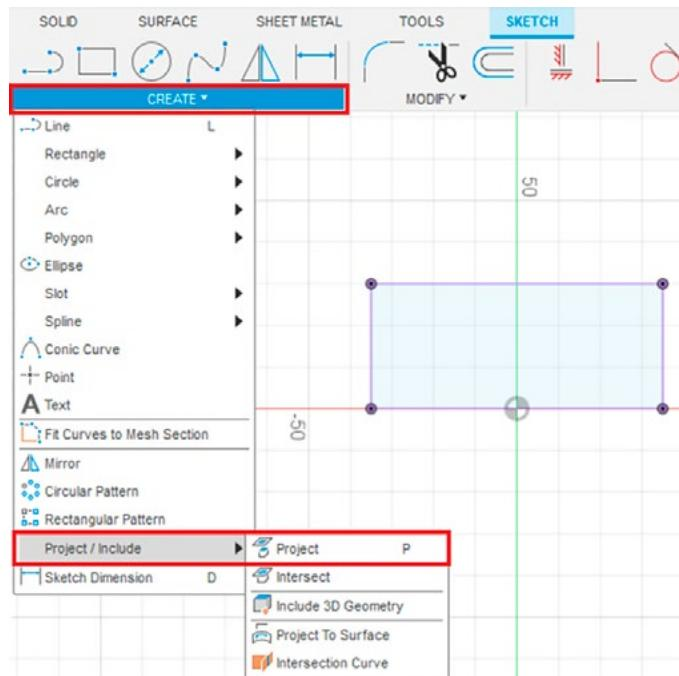

Рис. 14. Проектирование тела на эскиз
7.1. Спроецируйте тело корпуса на новый эскиз. Во вкладке CREATE выберите операцию PROJECT/INCLUDE. Далее укажите на тело корпуса и нажмите OK. На эскизе (рис. 14) должны появиться спроецированные линии (сиреневого цвета).